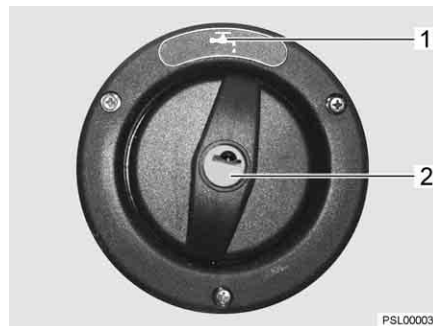

Fig. 231 Coperchio per bocchettone di riempimento dell'acqua potabile
Il bocchettone di riempimento dell'acqua potabile è contrassegnato dal simbolo "☰" (Fig. 231,1). Il coperchio viene aperto e chiuso con la chiave per le serrature degli sportelli esterni.
- Inserire la chiave nel cilindro della serratura (Fig. 231,2) e ruotare in senso antiorario di un quarto di giro.